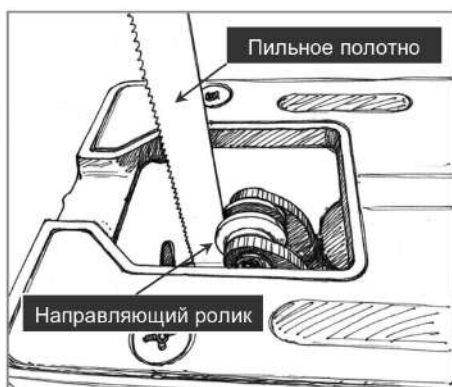

Рис. 8
- Если пильное полотно установлено на место правильно, тыльная сторона пильного полотна должна находиться в пазу направляющего ролика (рис. 8).